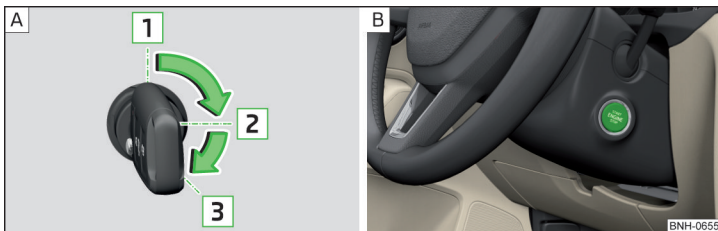

Fig. 183 Pozițiile cheii autovehiculului în butucul de contact/butonul de pornire
Pozițiile cheii autovehiculului în butucul de contact » fig. 183 - A
» Apăsăți butonul » fig. 183- B, contactul se cuplează/decuplează.
» La autovehicule cu **butuc de contact**, rotiți cheia în poziția 3 » fig. 183 la pagina 169 - A, are loc procedura de pornire. Apoi eliberați cheia, motorul pornește automat.
» La autovehiculele cu **buton de pornire**, apăsați scurt butonul » fig. 183 la pagina 169 - B, motorul pornește automat.
- » La autovehiculele cu **butuc de contact**, rotiți cheia în poziția 1 » fig. 183 la pagina 169 - A.
- » La autovehiculele cu **buton de pornire**, apăsați butonul » fig. 183 la pagina 169 - B, motorul este oprit simultan cu decuplarea contactului.
► Mențineți apăsat butonul » fig. 183 la pagina 169 -  sau apăsați-l de două ori în interval de 1 secundă.